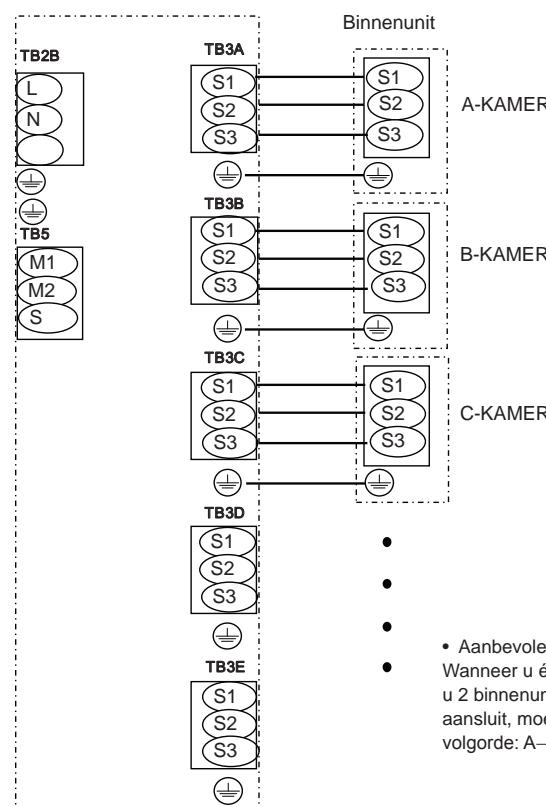

Fig. 8-9
8.2. Externe bedradingsprocedure (Fig. 8-8, Fig 8-9)
⑤ Voeding: eenfasig 220/230/240 V 50 Hz, 220 V 60 Hz